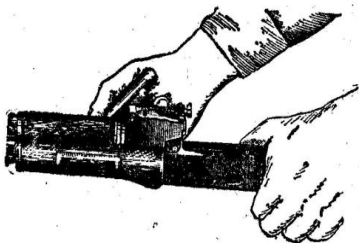

Рис. 26. Поворот замыкателя газовой трубки с помощью пенала принадлежности
9. Отделить газовую трубку со ствольной накладкой. Удерживая автомат левой рукой, правой рукой надеть пенал принадлежности прямоугольным отверстием на выступ замыкателя газовой трубки, повернуть замыкатель от себя до вертикального положения (рис. 26) и снять газовую трубку с патрубка газовой камеры.